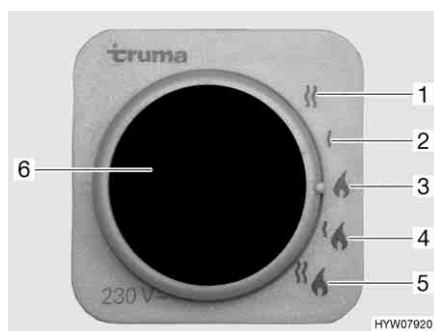

Fig. 85 Selettore di energia per riscaldamento/boiler
- Funzionamento a gas (Fig. 85,3)
- Funzionamento elettrico a 230 V con gradi di potenza da 900 W (Fig. 85,2) oppure 1800 W (Fig. 85,1)
- Funzionamento a gas e funzionamento elettrico a 230 V (funzionamento misto) con gradi di potenza da 900 W (Fig. 85,4) oppure 1800 W (Fig. 85,5)
Se viene selezionato il funzionamento elettrico a 230 V, la spia gialla di controllo si accende (Fig. 85,6).